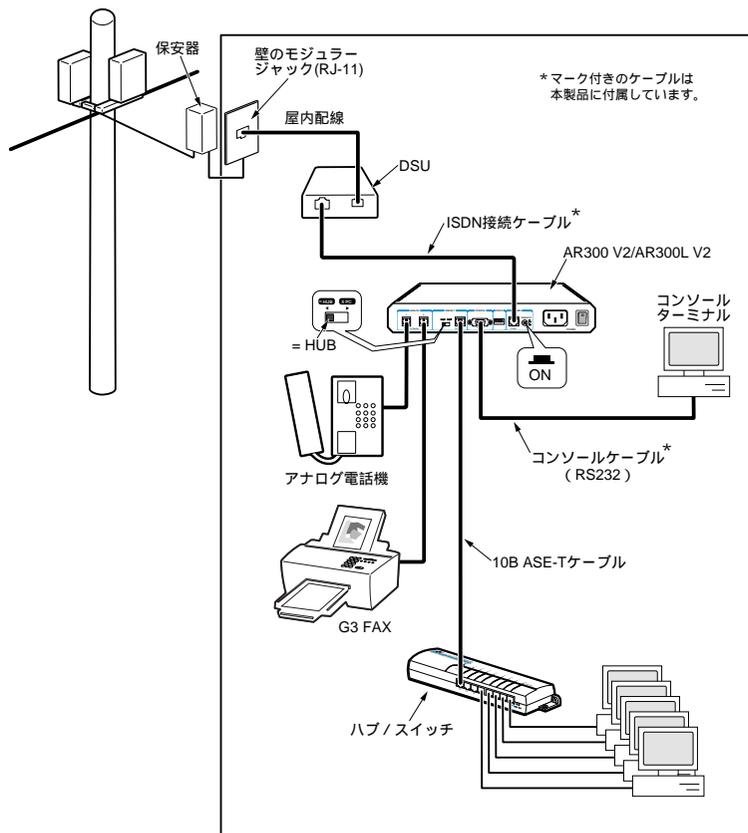

図 2.3.1 : INS ネット 64 における基本的な構成例
- ・ ユーザー通信機器を ISDN 接続ケーブルで DSU に直結する場合 (図 2.3.1)、本製品の終端抵抗スイッチを「ON」に設定してください。²